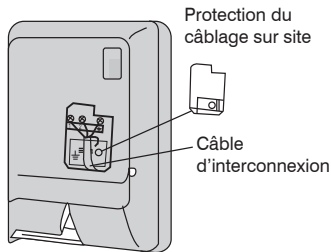

Figure 79 – Protection du câblage sur site
5. Ouvrez le couvercle avant du module intérieur et retirez le couvercle du bloc de jonction du câblage sur site (consultez la figure 79).